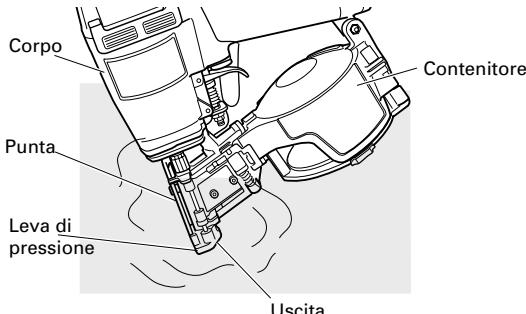

Fig. 15
- (1) Immergere nel solvente solo l'area intorno all'uscita di scarico e non immergere il cilindro o il contenitore. (Vedere **Fig.15**)